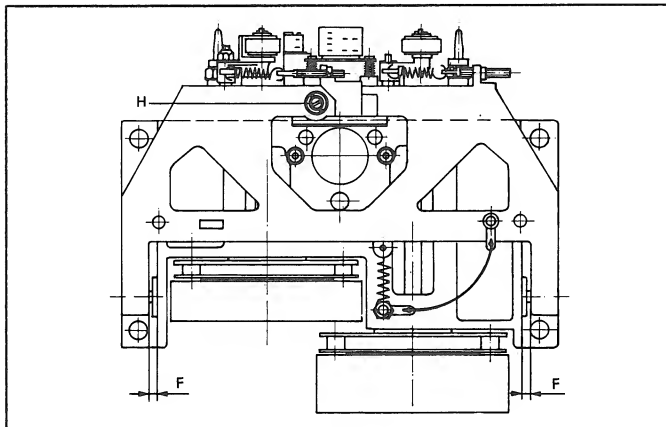
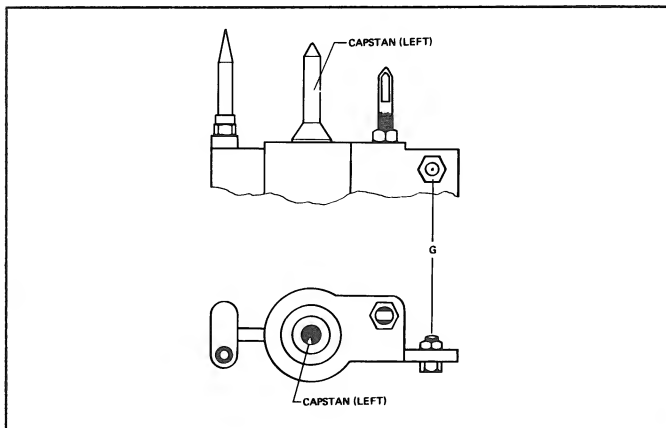

Fig. 3.3
Fig. 3.4
Autant que possible, il ne faut ni démonter le support pivotant, ni en modifier la profondeur de plongée. Il est possible de remplacer aussi bien les têtes sonores que les galets presseurs, etc., sans démonter le support pivotant. Le support pivotant est relié à la terre par l'intermédiaire d'une tresse de mise à la terre, à côté du ressort de rappel [E] (Fig. 3.3, vue du dessous).
- Vérifier si les deux vis sans tête aux points de contact du support pivotant sont réglées de telle façon que des deux côtés la distance support pivotant - support du double cabestan [F] soit égale (Fig. 3.3). Il faut que le support pivotant puisse se mouvoir sans jeu et facilement sur ses points de contact. Si nécessaire, modifier en conséquence la position des vis sans tête. A cet effet, desserrer tout d'abord l'écrou à fente sur les vis sans tête à l'aide du tourne-vis spécial (No de commande 46161), et le resserrer ensuite à fond après réglage.
- Si les vis sans tête sont nouvellement réglées, il faut ensuite desserrer la vis de centrage [G] du support du double cabestan (Fig. 3.4). Exercer une pression vers le haut à l'aide du support pivotant jusqu'à ce que la pointe de la vis sans tête [H] (Fig. 3.3) plonge dans la vis de centrage et de cette façon recentre celle-ci.
de réglage [H] (Fig. 3.3) de façon que l'autre extrémité du pied à coulisse se trouve à portée du repère fraisé